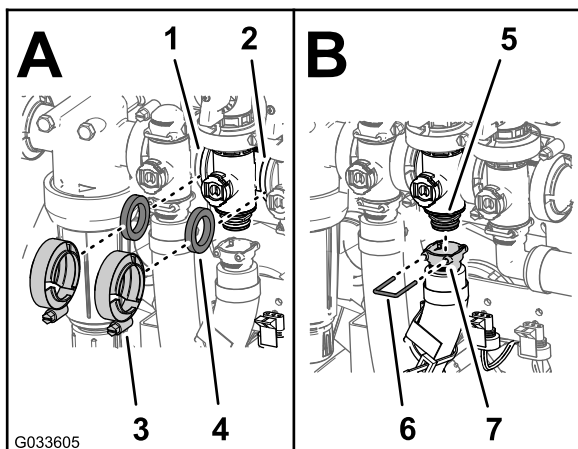

Figura 128
2. Monte la válvula de desvío de agitación, la junta y el distribuidor de la válvula de agitación con una brida de fijación y apriete a mano (Figura 128).
3. Alinee una junta entre las bridas del distribuidor de la válvula de control de caudal y el distribuidor de la válvula de agitación (Figura 128 A).
4. Monte la válvula de control de caudal, la junta y el distribuidor de la válvula de agitación con una brida de fijación y apriete a mano (Figura 128 A).
5. Alinee una junta entre las bridas del distribuidor de la válvula de agitación y la válvula maestra (Figura 128 A).
6. Monte el distribuidor de la válvula de agitación, la junta y la válvula maestra con una brida de fijación y apriete a mano (Figura 128 A).
7. Monte el conector de salida en el acoplamiento inferior del distribuidor de la válvula de agitación (Figura 128 B).
8. Sujete el conector de salida al acoplamiento insertando una horquilla de retención en el alojamiento del conector de salida (Figura 128 B).